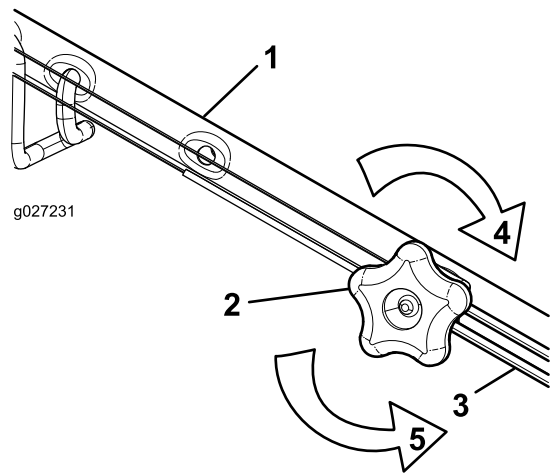

Figure 46
2. Ajustez la tension du câble (Figure 46) en le tirant en arrière ou en le poussant en avant puis en le maintenant à cette position.
1. Tournez le bouton de réglage dans le sens antihoraire pour desserrer le réglage du câble (Figure 46).